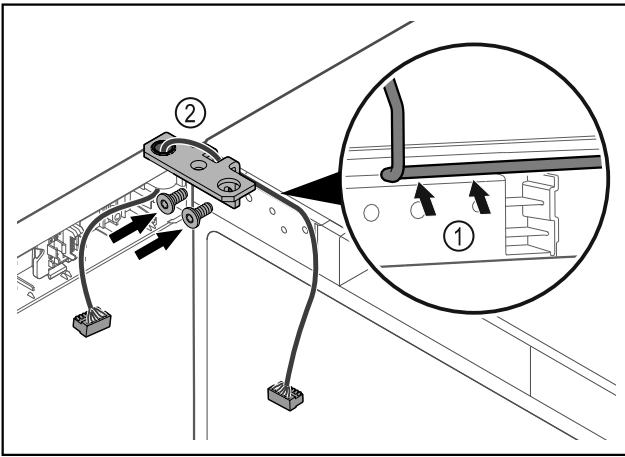

Fig. 42
- ▶ Проведите кабель через отверстие в шарнирном уголке и аккуратно уложите его Fig. 42 (1).
- ▶ Привинтите шарнирные уголки Fig. 42 (2).